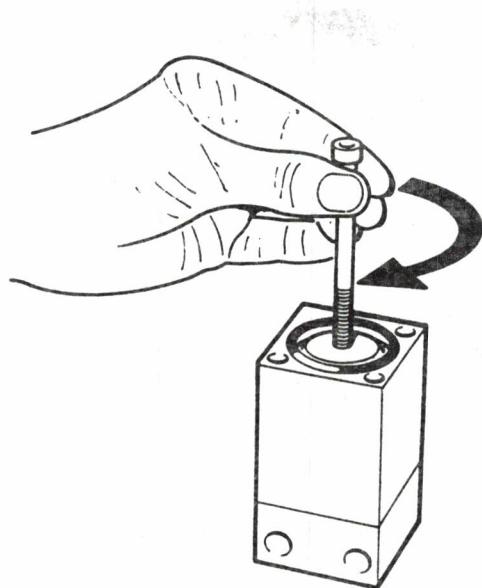
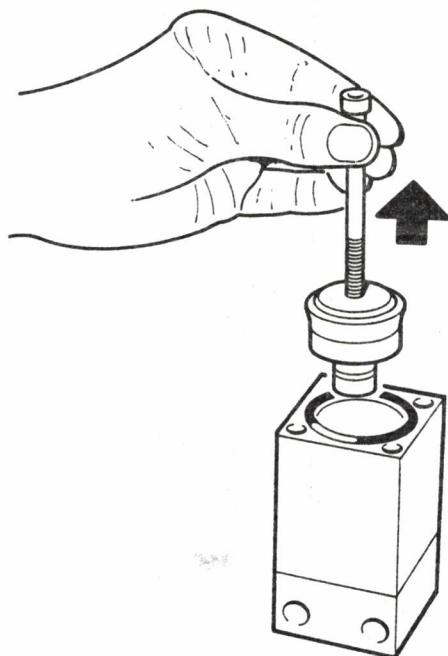

Bild 38
Bild 39
- Eine der Innensechskantschrauben in das Gewinde im Ventilkolben einschrauben (Bild 38) und Ventilkolben herausziehen (Bild 39).